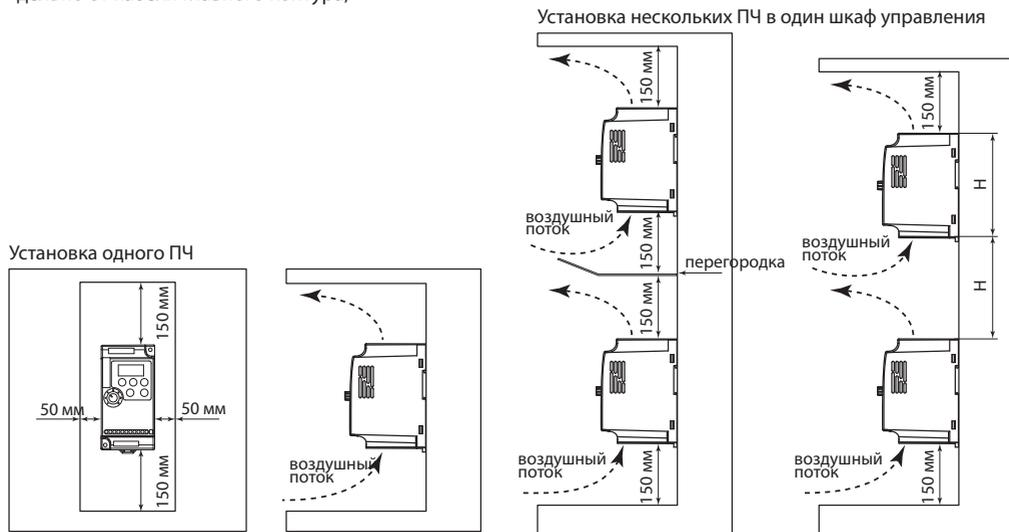

Рисунок 3. Установка преобразователя частоты
8.3. При монтаже нескольких преобразователей в один шкаф управления убедитесь, что в нем достаточно свободного пространства и имеется хороший теплообмен. Если преобразователи установлены рядом друг с другом, то расстояние между ними должно быть больше 50 мм. (см. рисунок 3)